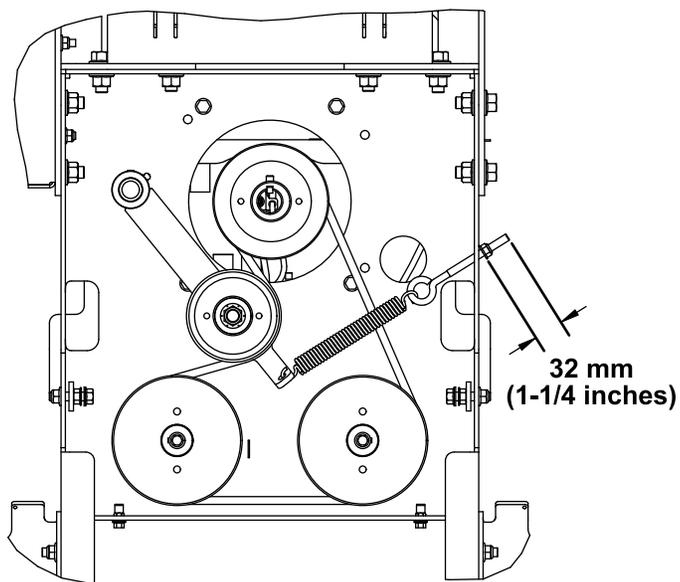

Figure 94
2. Tout en empêchant le boulon à œil de tourner, serrez le contre-écrou jusqu'à ce que le filetage dépasse de 32 mm (1¼ po) après le réglage, comme montré à la Figure 94.